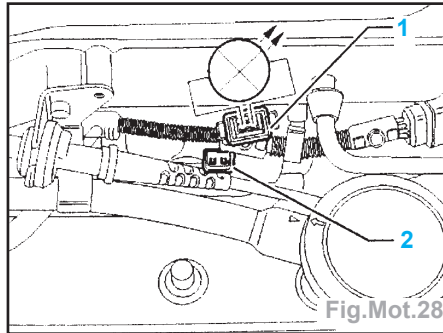

Fig.Mot.28
- Débrancher la fiche (1) du raccord (2) et brancher la lampe témoin à diodes
**V.A.G 1 527** avec les câbles auxiliaires de **V.A.G 1594** sur les contacts de la fiche (Fig.Mot.28).